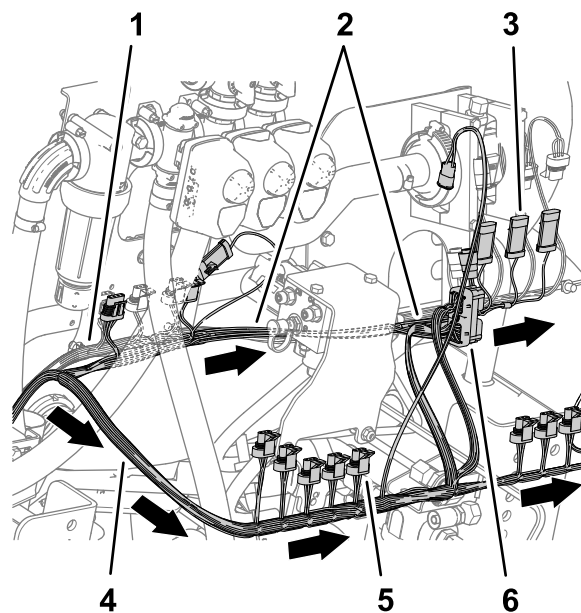

Bild 83
7. Verlegen Sie den 89-cm-Kabelbaumzweig an der Rückseite der Maschine zur Vorderseite des Hubverteilers und rechts vom Durchflussmessgerät, wie in Bild 83 abgebildet.
8. Verlegen Sie den 102-cm-Kabelbaumzweig zur Rückseite des Hubverteilers und zur rechten Seite, wie in Bild 83 abgebildet.